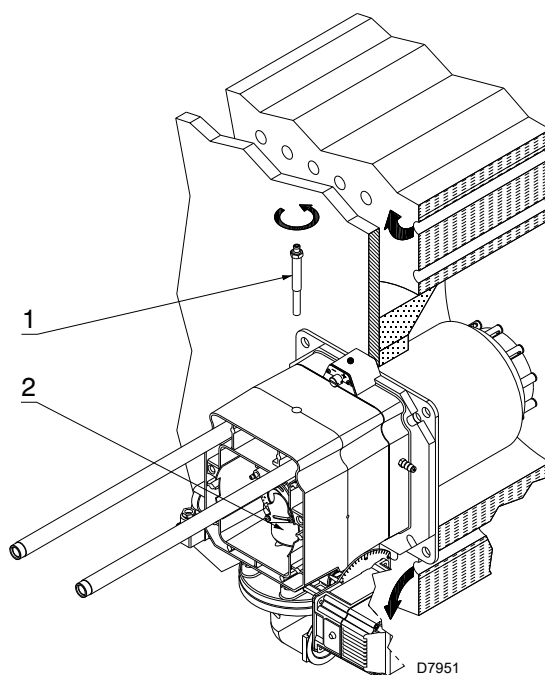

Fig. 14
- d'enlever la vis 1)(Fig. 14) ;
- d'extraire la partie interne 2)(Fig. 14) de la tête et de procéder à leur réglage.
À ce point de l'installation, la tête de combustion est fixée à la chaudière comme illustré dans la Fig. 14.